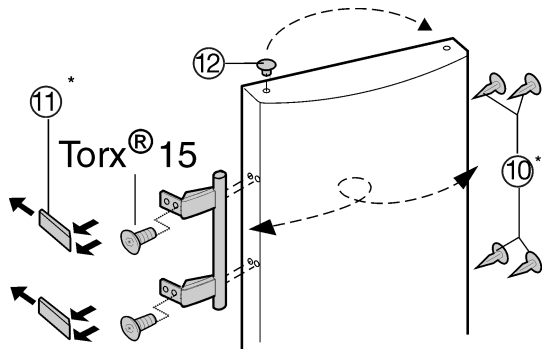

Fig. 8
- ▶ Vyměňte zátky Fig. 8 (12) z pouzdra ložisek dveří a přemístěte je.
- ▶ Odmontujte kliku dveří, zátku Fig. 8 (10) a krycí destičky Fig. 8 (11) a nasad'te na druhou stranu.